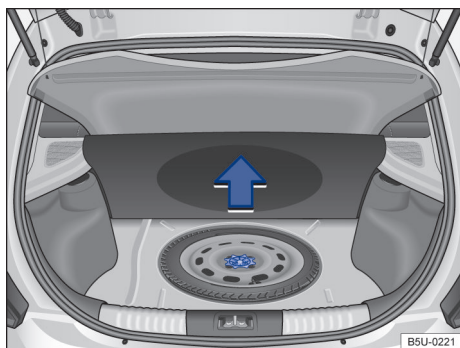

Fig. 102 No compartimento de bagagem, sob o revestimento de assoalho: roda de emergência e ferramentas de bordo.
As ferramentas de bordo e a roda de emergência estão localizadas no compartimento de bagagem, sob o revestimento do assoalho → Fig. 102.
- Levantar o revestimento do compartimento de bagagem → Fig. 102.